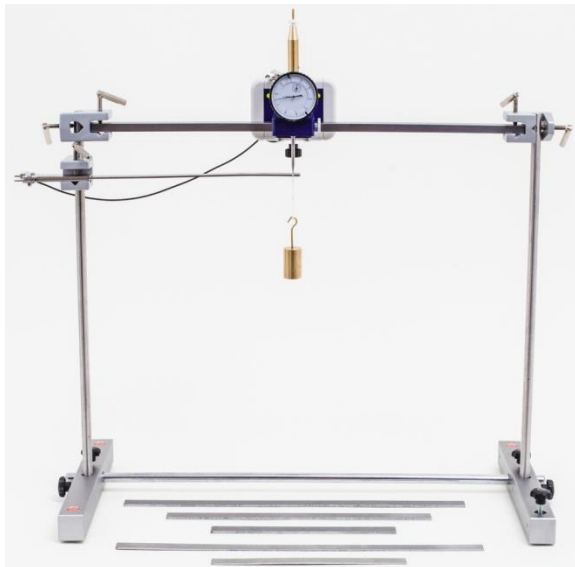

Fig. 2 : Montage expérimental – échantillon encastré d'un seul côté
- Assemblez le support comme indiqué à la Fig. 2. Fixez les deux noix universelles de fixation de la poutre horizontale supportant le cadran aux tiges verticales en les positionnant à la même hauteur des deux côtés, puis fixez la noix pour l'encastrement unilatéral de l'échantillon env. 15 cm au-dessous. Attention à l'orientation des noix universelles (voir Fig. 1) !
- Placez l'échantillon à mesurer dans le sens longitudinal dans l'étau puis fixez-le dans la noix universelle du bas, comme indiqué à la Fig. 2. Ce faisant, levez le palpeur du comparateur à cadran puis posez-le avec précaution sur l'échantillon matériau. Veillez à ce que les mâchoires de l'étau soient en alignement avec la noix universelle du côté où l'extrémité de l'échantillon dépasse du support.
- Branchez la fiche jack 3,5 mm du câble de connexion pour le contact du palpeur dans la douille jack au dos du comparateur à cadran. Fixez l'une des deux pinces crocodiles du câble de connexion à la borne correspondante du comparateur à cadran, et fixez l'autre à l'extrémité arrière de l'étau comme indiqué à la Fig. 2.